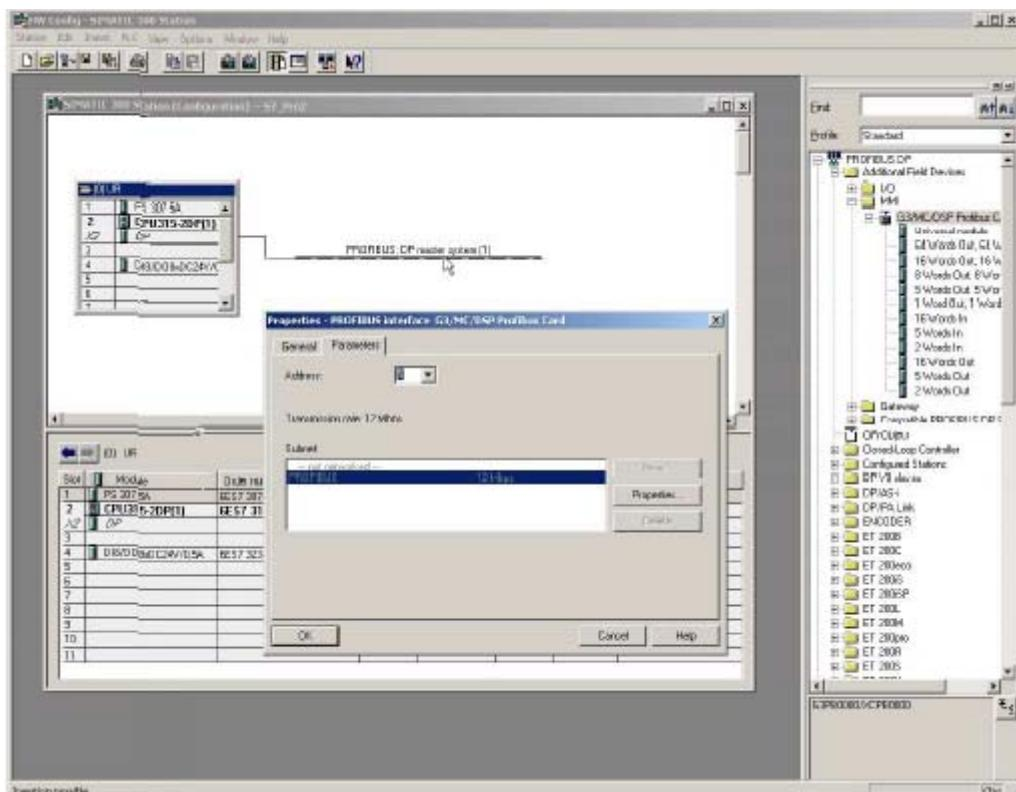

Рис. 58: Добавление модуля Graco Gateway в сеть Profibus
В появившемся на экране окне свойств нужно выбрать адрес Profibus, который будет отведен для модуля Gateway в сети. Адрес должен быть уникальным. В данном примере модуль Gateway получает адрес 5. См. Рис. 58. Нажмите кнопку OK («OK»).
**ПРИМЕЧАНИЕ.** Для получения верных результатов расчетов по данной формуле все блоки в конфигурации ПЛК Profibus для модуля Gateway должны следовать друг за другом. Рис. 58.